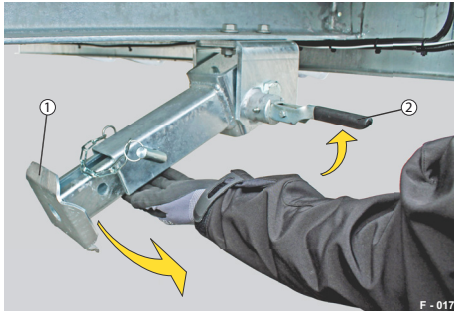

Abb. 42 Klappstütze herunterklappen
- ▶ Am Federriegel (Abb. 42/2) ziehen. Der Stellfuß (Abb. 42/1) klappt automatisch herunter.